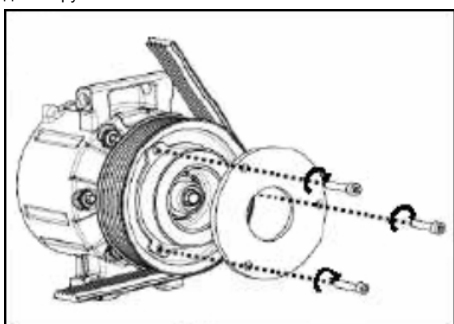

Рис.3
2. Установить отжимную пластину (см. рис. 3) и затянуть винтами моментом **3 Нм**. При необходимости, ослабить поликлиновой ремень и прокрутить шкив компрессора, если нет доступа для закручивания какого-либо винта.